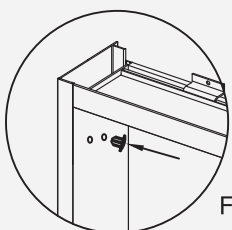

Fig 18
3. Complete los agujeros restantes con tapones de agujeros³ (Fig 18). Llene los demás agujeros de los clips de estante con tapas decorativas¹⁴ (Fig